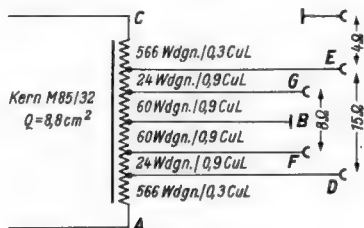

Bild 12. Wickeldaten des Ausgangsübertragers
- 1 PPP-Ausgangs-Sparübertrager (symmetrisch) mit Mittelanzapfung für 900 Ω auf 4, 7,5 (8) und 15 Ω, Type GA M 8 PPP (Bild 12)